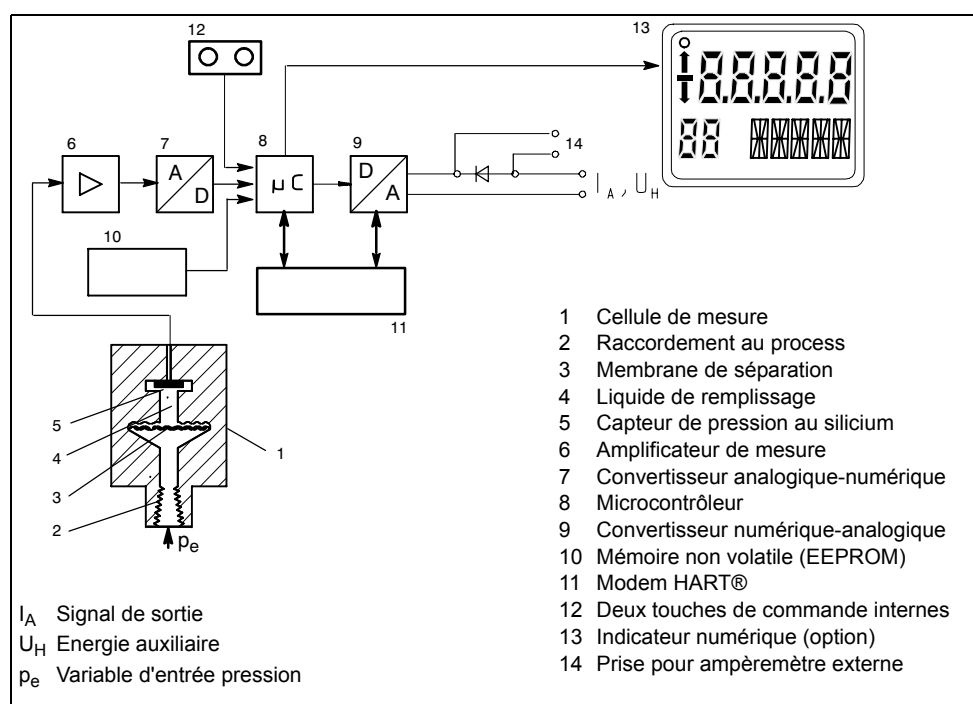

Figure 5 Transmetteur de pression SITRANS P, série MS, schéma de fonctionnement
La pression p_e arrive à la cellule de mesure (1) par l'intermédiaire du raccordement au process (2, Figure 5, p. 15). La pression est ensuite transmise par la membrane de séparation (3) et le liquide de remplissage (4) au capteur de pression au silicium (5) dont la membrane de mesure se déforme. Quatre résistances piézo-électriques branchées en pont dans la membrane de mesure voient alors leur résistance changer. Cette modification de la résistance produit une tension de sortie du pont proportionnelle à la pression d'entrée, tension transformée en un signal numérique par un amplificateur de mesure (6) dans un convertisseur analogique/numérique (7). Ce signal est exploité par un microcontrôleur (8), corrigé en linéarité et en caractéristique de température et transformé par un convertisseur numérique/analogique (9) en un signal de sortie de 4 à 20 mA.